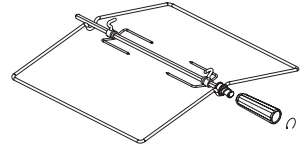
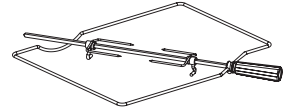

рис. 14
рис. 14.1
1. Плиты могут комплектоваться вертелом различной конструкции, со съемной рукояткой (рис.14). В зависимости от комфортности плиты могут комплектоваться вертелами другого исполнения (рис.14.1). Для вертела (рис. 14, рис.14.1) при установке и извлечении использовать рукоятку, которая накручивается на резьбовую втулку.
8. Установить ручку терморегулятора в положение «170°C» (с конвектором) или «190°C» (без конвектора). Во время приготовления дверца должна быть закрыта, для вертела (рис. 14, рис. 14.1) рукоятка должна быть снята.